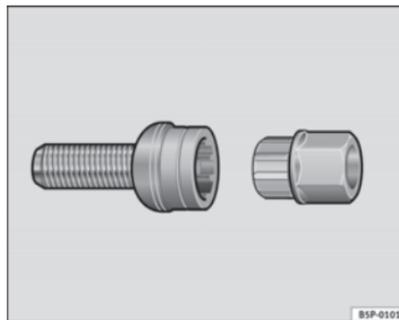

Fig. 141 Tornillo antirrobo de la rueda
- Coloque el adaptador hasta el tope en el tornillo antirrobo de la rueda ⇒ fig. 141.